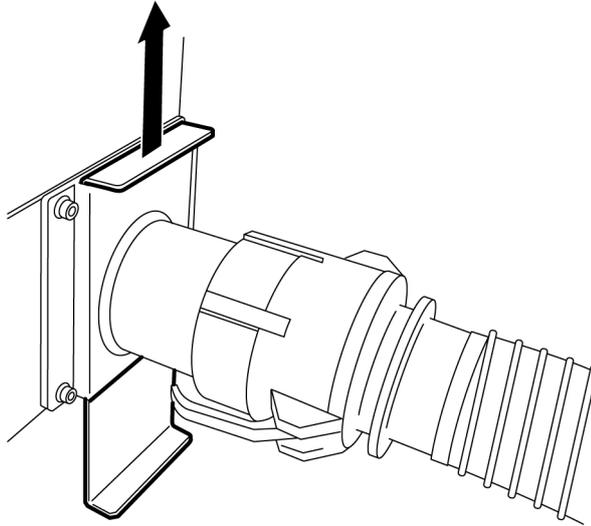

Abbildung 4-5. Absperrschieber nach oben
1. Schieben Sie den Absperrschieber in seine obere Endstellung, siehe Abbildung 4-5, Seite 18. Warten Sie anschließend ca. 3 Sekunden.